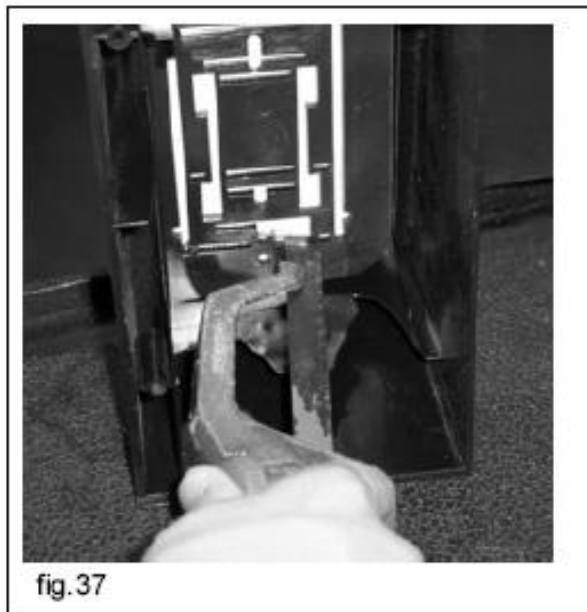

fig.37
- отрежьте ножовкой пластиковые дверные соединения (рис. 37)